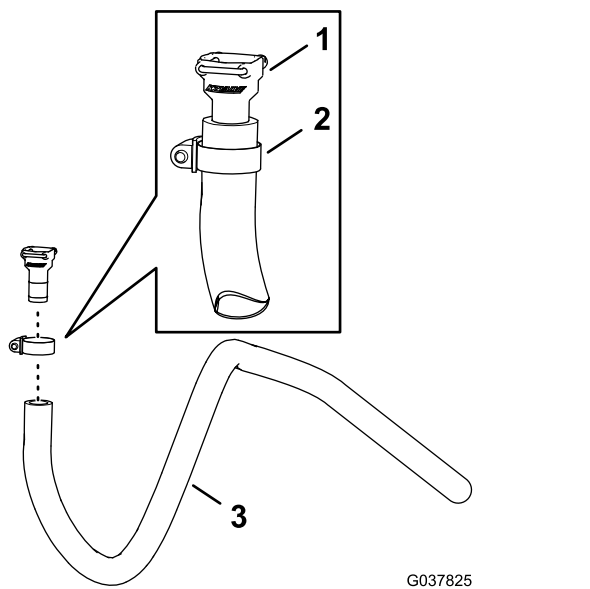

图95
1. 如图95所示使用软管夹1332mm将在安装适用于可选喷枪套件或电动软管卷套件的切断阀 \(页码 35\)的步骤3中卸下的直通宝塔接头 $\frac{3}{4}$ 英寸安装到软管1.3 x 180cm上。